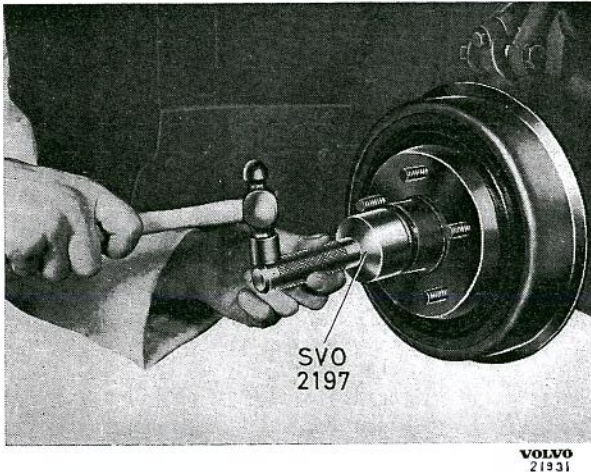
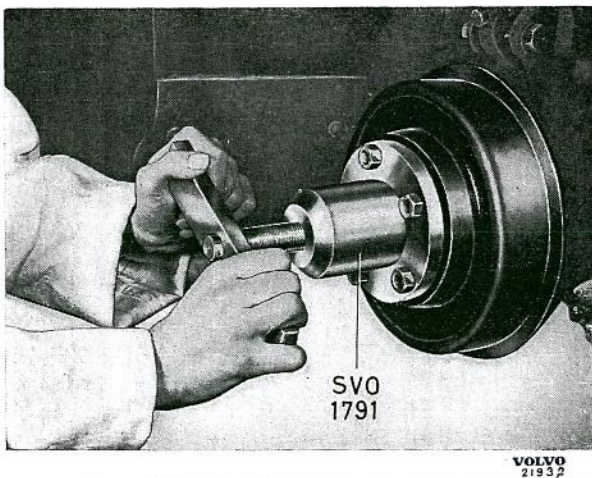
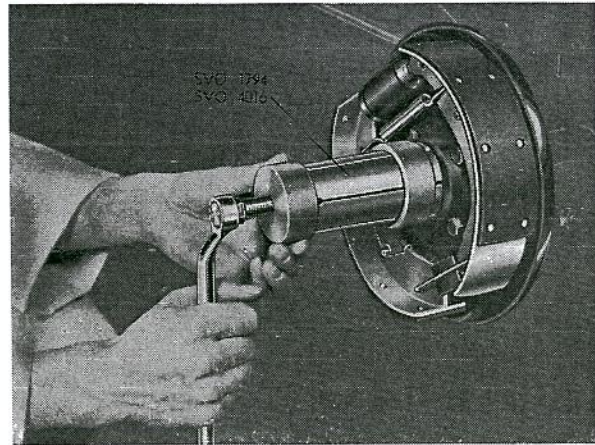

Bild 7. Demont. av fettkapsel.
Bild 8. Demont. av nav.
Bild 9. Demont. av inre lager.
2. Demontera fettkapseln med verktyg SVO 2197 (bild 7). Tag bort saxpinnen och kronmuttern. Drag av navet med verktyg SVO 1791 (bild 8). Följer ej inre lagret med ut drages det av spindeln med verktyg SVO 1794 (bild 9). För nav med 4 hjulbultar (tidigare utförande) användes istället för de två sistnämnda verktygen avdragare SVO 1446 resp. SVO 4016.
2. Lossa handbromsen. Drag av navet med verktyg SVO 1791, jämför bild 8. Har navet 4 hjulbultar (PV 444 A och B) användes SVO 1446.